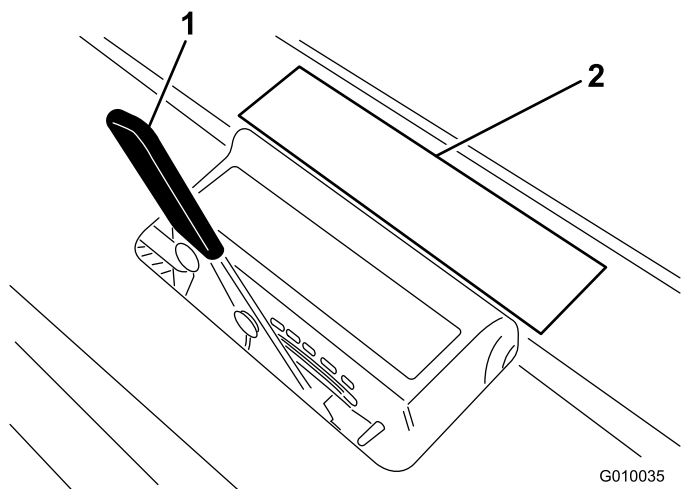

Рисунок 27
- Уложите зуб на наклейку с шкалой глубины проколов (Рисунок 27) так, чтобы один конец зуба был совмещен с требуемой глубиной аэрации (см. «Наложение зуба на шкалу»).